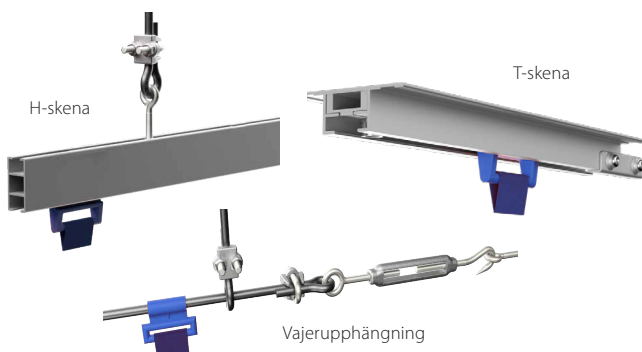

Bild 5. Komponentexempel, upphängningstyper från FabricAir®.
- FabricAir® erbjuder ett brett utbud av upphängningssystem som säkerställer att alla utmaningar för installationen kan hanteras (se även bild 5, 6 och tabell T6).